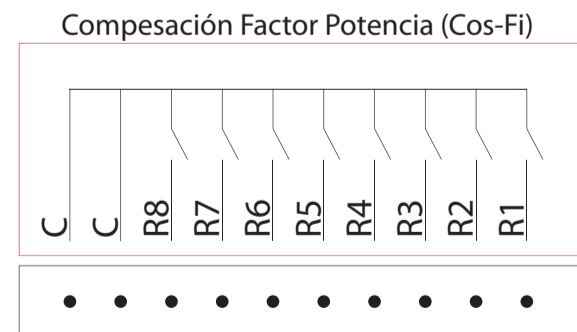

Figura 5
- Ocho relés de relés auxiliares de tipo NA con un borne común correspondientes al sistema de compensación de factor de potencia (Cos Fi). (conexión ver figura 5).